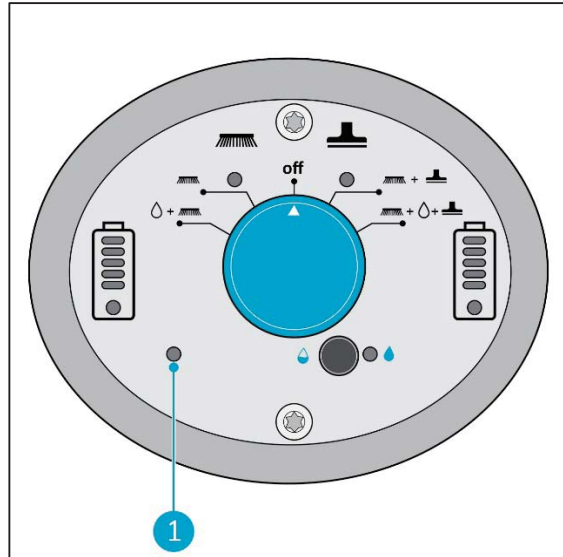

Figure 20
Le voyant d'angle se trouve sur le panneau de commande (Figure 20, pos 1). Lorsque l'angle de la machine est inférieur à 32 degrés, le voyant lumineux s'allume et la fonction de récupération d'eau s'interrompt. Lorsque la poignée est soulevée au-dessus de 32 degrés, le moteur de l'aspirateur redémarre après 5 secondes.